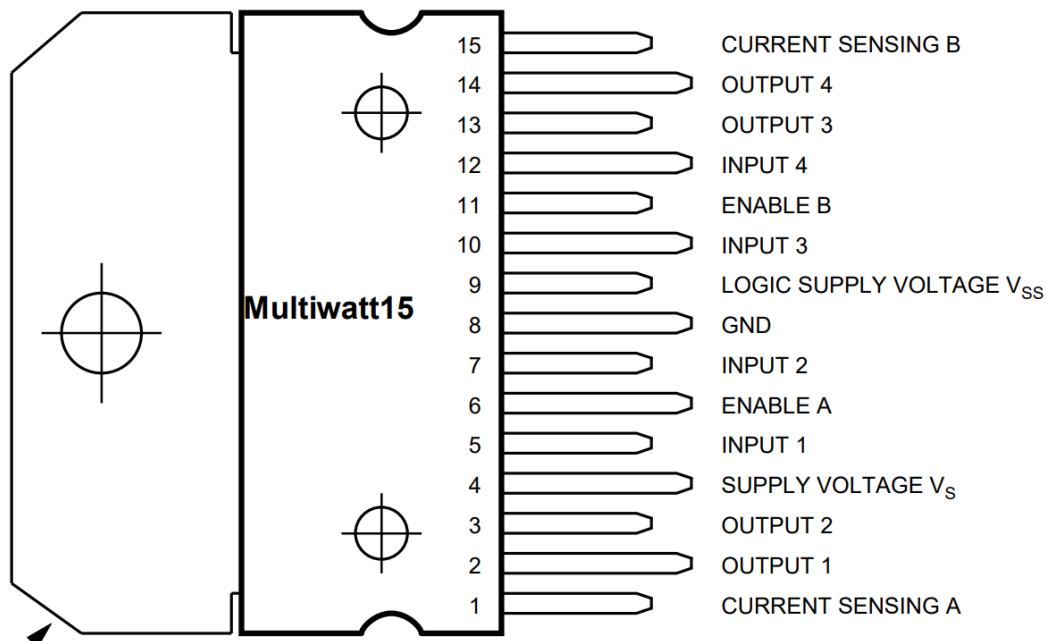

Рис. 18. L298N – описание выводов
5. При помощи мультиметра в режиме «прозвонки» необходимо найти соответствующие необходимые выводы на коннекторе «Входы драйвера» (рис. 18 и 19).